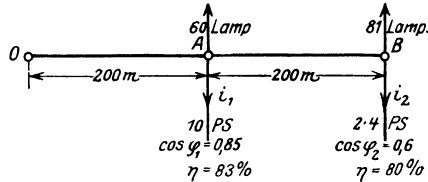

Abb. 287. Belastungsangaben zu Aufgabe 347.
3471. An eine einphasige Wechselstromleitung sind zwei Stromabnehmer angeschlossen, der erste mit 60 Lampen je 100 W und einem 10 PS-Motor, für welchen  $\cos \varphi_1 = 0,85$ ,  $\eta = 83\%$  ist, der zweite mit 81 Lampen je 100 W und zwei Motoren von je 4 PS  $\cos \varphi_2 = 0,6$  und  $\eta = 80\%$ . Die Entfernungen vom Speisepunkte betragen 200 bzw. 400 m (Abb. 287). Die Leitung ist als induktionsfrei anzusehen.
Zu e): Die Wirkleistung des Konsumpunktes  $A$  in Abb. 287, also der Lampen und des 10 PS-Motors ist
Zu m): Im Leiterstück  $\overline{OA}$  (Abb. 287) fließt die geometrische Summe der Ströme  $i_1$  und  $i_2$ , die man erhält, wenn man die Scheinleistung beider Anschlüsse durch die Spannung 220 V dividiert, also
**Lösung:** Die 60 Lampen in  $A$  (Abb. 287) brauchen 6000 W, also erhält der Konsumpunkt  $A$  den Strom  $i_1 = \frac{6000}{220} = 27,3$  A.